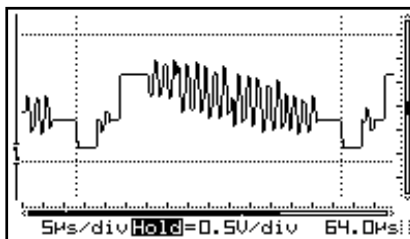

Fig 16
- **Markers:** possono essere spostati utilizzando i tasti a freccia per effettuare le misurazioni sul segnale (Fig. 16).